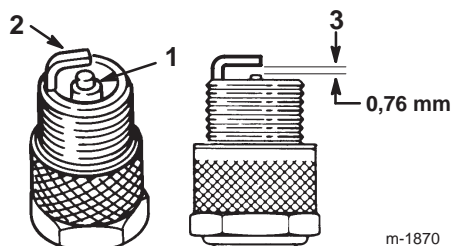

Figure 19
1. Inspectez le centre de la bougie (Fig. 19). Si le bec de l'isolateur est recouvert d'un léger dépôt gris ou brun, le moteur fonctionne correctement. S'il est couvert d'un dépôt noir, c'est généralement signe que le filtre à air est encrassé.
2. Contrôlez l'écartement entre l'électrode centrale et l'électrode latérale (Fig. 19). Courbez l'électrode latérale (Fig. 19) si l'écartement est incorrect.